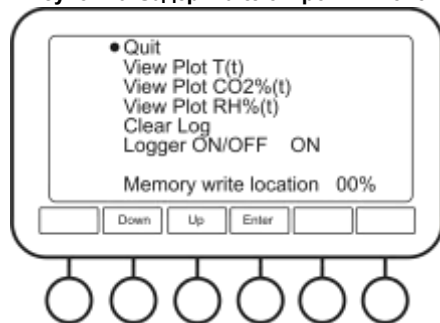

Рисунок 12. Журнал данных
5.9.5 **Журнал данных (Data Logger, рис. 12).** Журнал данных позволяет просмотреть данные в виде графика по температуре (**View Plot T(t)**), уровню CO₂ (**View Plot CO₂%(t)**) и относительной влажности (**View Plot RH%(t)**), а также очистить журнал (**Clear log**) и отключить или включить запись в журнал (**Logger on/off**).